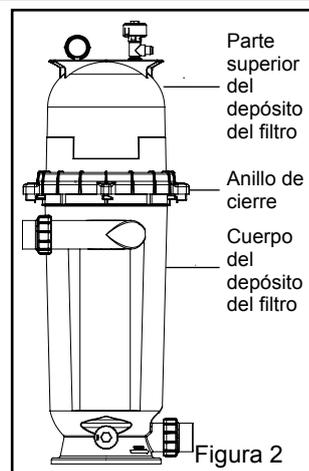

Figura 2
2. Asegúrese de que la junta tórica se encuentra en su posición en la mitad inferior del depósito. Coloque la tapa del filtro sobre la mitad inferior del depósito, asegurándose de que esté completa y firmemente asentada en la mitad del depósito; consulte la Figura 2.